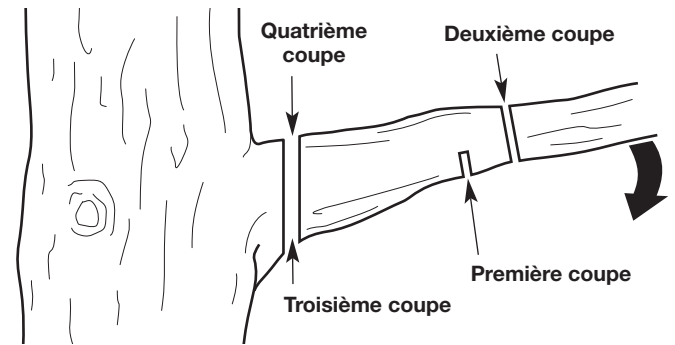

Fig. 22
1. Faites la première coupe à environ 15 cm (6 po) du tronc de l'arbre. Coupez vers le haut, à partir de la face inférieure de la branche. Utilisez le haut de la barre de guidage pour faire de cette coupe. Coupez jusqu'au tiers du diamètre de la branche (Fig. 22).
2. Faites la deuxième coupe de 5 à 10 cm (2 à 4 po) plus loin sur la branche. Coupez vers le bas, à partir de la face supérieure de la branche. Utilisez le bas de la barre de guidage pour faire de cette coupe. Coupez complètement la branche (Fig. 22).
3. Faites la troisième coupe aussi près du tronc d'arbre que possible. Coupez vers le haut, à partir de la face inférieure de la souche. Utilisez le haut de la barre de guidage pour faire de cette coupe. Coupez jusqu'au tiers du diamètre de la branche (Fig. 22).
4. Faites la quatrième coupe directement au-dessus de la troisième coupe. Coupez vers le bas, à partir de la face supérieure de la souche. Utilisez le bas de la barre de guidage pour faire de cette coupe. Coupez complètement la branche afin d'aller rejoindre la troisième coupe (Fig. 22). Cela supprimera la souche.